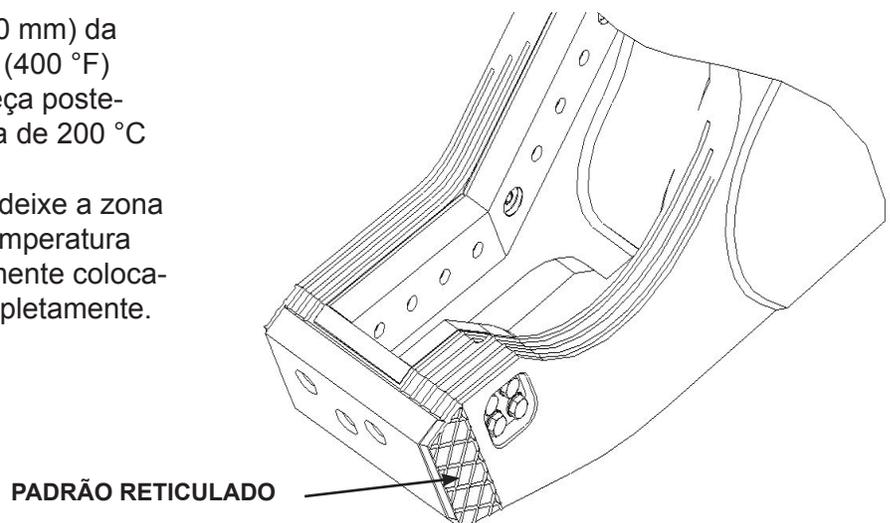

FIGURA 5-39
10. Use uma técnica semelhante para o endurecimento da superfície de ambos os lados da placa frontal. Estabeleça um padrão em diamante a 45° com aproximadamente 1-1/2" (38 mm) (ver a **Figura 5-39**). Uma vez mais, use a vareta e enchimento para estabelecer o padrão e use a vareta de endurecimento da superfície por cima. Use um picador de solda pneumático para picar cada demão de modo a aliviar a tensão de soldadura e remover escórias.